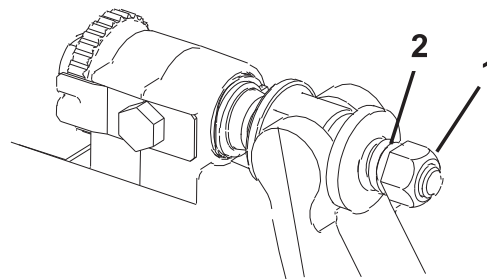

図 26
3. スプリングがつぶれるまでテンション・ナットを締め、そこから半回転戻す (図26)。